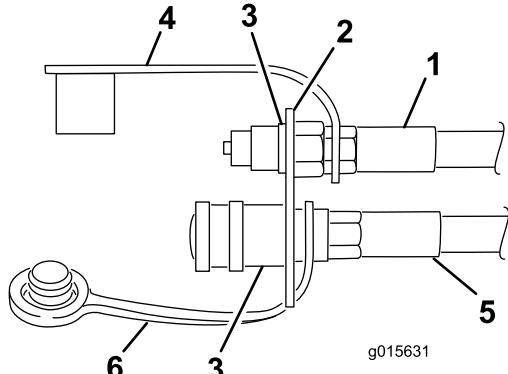

Figura 17
3. Sujete el conjunto de manguera al acoplamiento hembra (Figura 17).
4. Introduzca el aro del capuchón guardapolvo (Figura 17) en el extremo de la manguera hidráulica que viene del conector trasero de la válvula.
- Introduzca el extremo de la manguera por el taladro superior del soporte de acoplamiento (Figura 17).